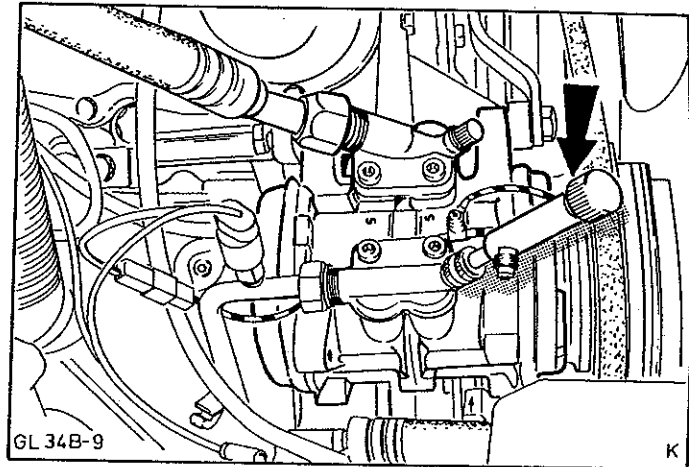

Abb.48 Kältemittel über Druckventil am Kompressor mit Ventilkernentferner langsam ablassen
2. Kältemittel über Druckventil am Kompressor mit Ventilkernentferner langsam ablassen, Abb.48.